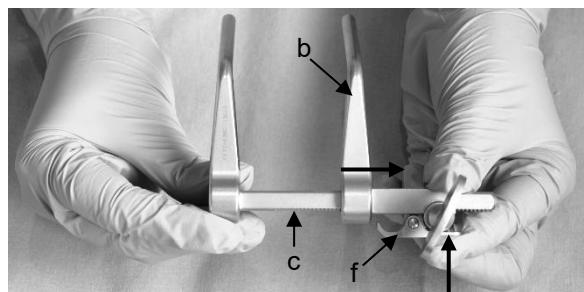

Fig. 18
1. Fare scorrere il braccio mobile del divaricatore (b) sulla guida dentata (c) verso l'esterno, fino a quando è possibile rimuoverlo, rilasciando al contempo il dispositivo di blocco (f) premendo in direzione della guida dentata (c) (Fig. 18).